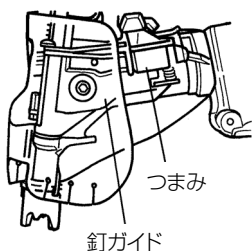

図 28
- つまみの摺動部はときどき掃除し、付属の油を注油してください。（図 28）